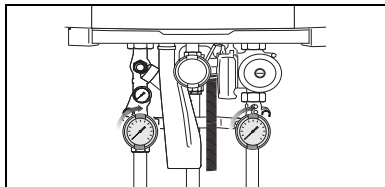

Fig. 14 Serviceaafsluiters openen (hier in geopende stand)
- Serviceaafsluiters op de cv-aanvoer- en retourleiding (fig. 14) openen (geopende stand: parallel aan de leiding).